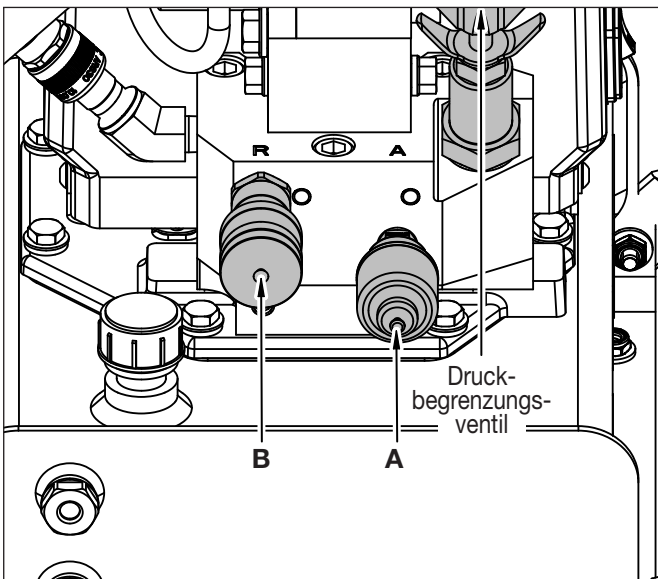

Abbildung 3: Pumpenausgang
1. Lösen Sie die Kontermutter und drehen Sie das Überdruckventil gegen den Uhrzeigersinn zurück, um einen unbeabsichtigten Druckaufbau zu verhindern. Zum Einstellen des Überdruckventils werden keine Werkzeuge benötigt. Siehe Abbildung 3.
3. Schließen Sie die Schläuche wie in Abbildung 3 gezeigt an den Verteiler des Pumpenausgangs an. Stellen Sie SICH, dass Sie Schläuche verwenden, die für 700 bar [10.000 PSI] ausgelegt sind. Ziehen Sie die Sicherungsringe der Kupplungen handfest an.
2. Lösen Sie die Kontermutter und drehen Sie das Druckbegrenzungsventil zurück, um einen unbeabsichtigten Druckaufbau zu verhindern. Siehe Abbildung 3.